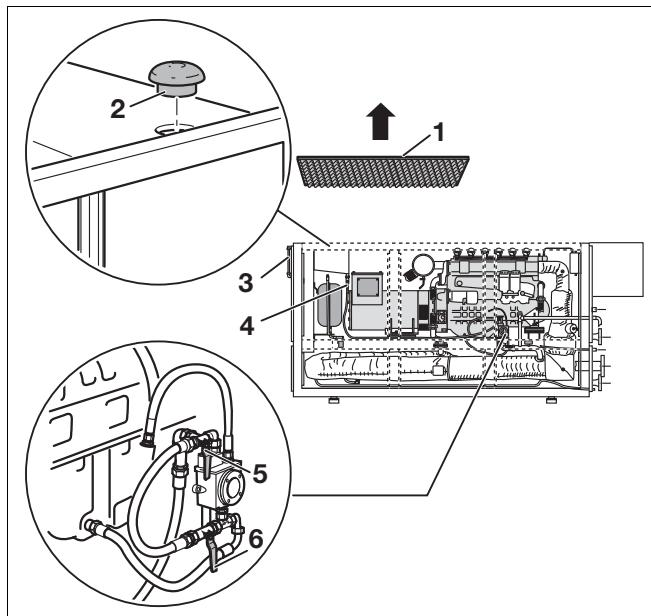
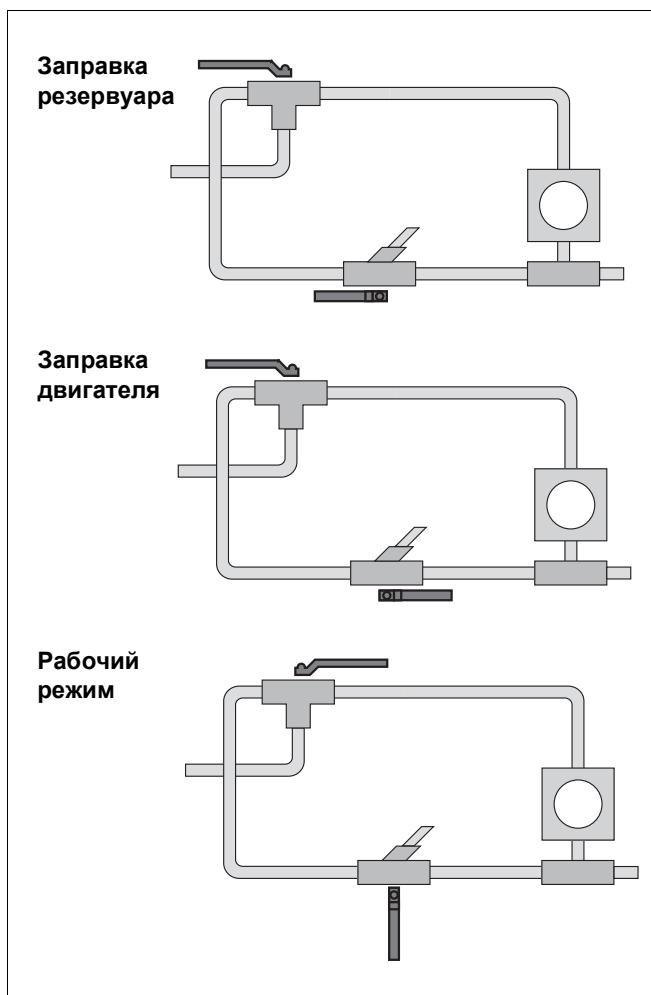

Рис. 18 Дополнительный резервуар для свежего масла и автоматика системы смазки
Рис. 19 Установка запорных кранов на приборах автоматики системы смазки при внешнем заполнении маслом
- Снять верхнюю переднюю шумопоглощающую крышку (рис. 18, поз. 1).
- Залить смазочное моторное масло в дополнительный резервуар для свежего масла через штуцер для наполнения (рис. 18, поз. 2).
- Проверить уровень масла в дополнительном резервуаре через смотровое стекло, расположенное на передней стороне модуля (рис. 18, поз. 3).
- для дополнительного резервуара со свежим маслом: "ОТКР" (рис. 18, поз. 4),
- для приборов автоматики системы наполнения: "Рабочий режим" (рис. 18, поз. 5 и 6, а также рис. 19).
(рис. 18, поз. 5 и 6, а также рис. 19)
- для дополнительного резервуара со свежим маслом: "ОТКР./АУФ" (рис. 18 на странице 25, **поз. 4**),
- для приборов автоматики системы наполнения: "Заправка резервуара" (рис. 18 на странице 25, **поз. 5 и 6**, а также рис. 19).
- Проверить уровень масла в дополнительном резервуаре через смотровое стекло, расположенное на передней стороне модуля (рис. 18 на странице 25, **поз. 3**).
- для приборов автоматики системы наполнения: "Рабочий режим" (рис. 18 на странице 25, **поз. 5 и 6**, а также рис. 19).